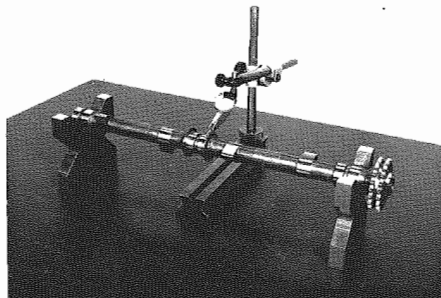

Fig. 36 - Misurare l'eccentricità
- Misurare l'eccentricità: porre l'asse a camme su dei supporti a V alle due estremità. Installare un calibro comparatore su una mezzeria dell'asse a camme e leggere il valore dell'eccentricità (**Fig. 36**). Sostituire l'asse se il valore riscontrato è superiore al valore dato (pag. 1-5).
- Measure the eccentricity: place the camshaft on supports with "V" shapes at the ends. Place a comparator gauge on an shaft center line and read the eccentricity value (**Fig. 36**). Replace the shaft if the value taken is greater than the one indicated (page 1-5).